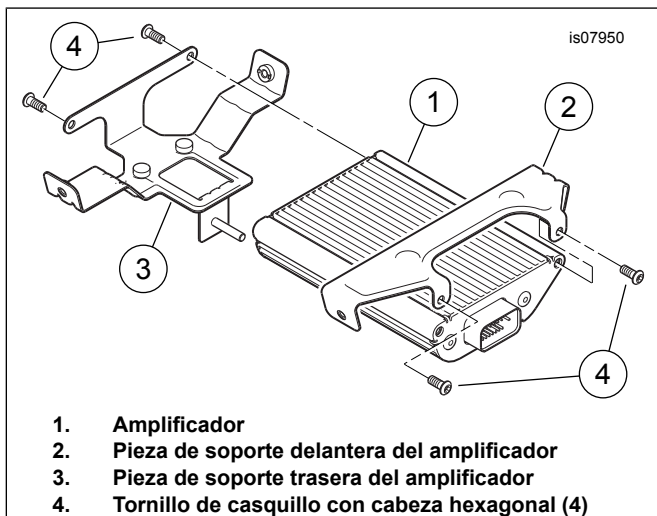

Figura 1. Canal de cables
2. Vea Figura 1. Extraiga la cubierta del canal de cables.